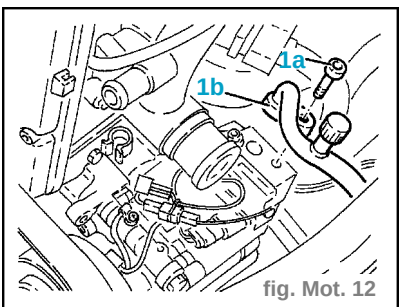

fig. Mot. 12
- Dévisser la vis (1a) et désassembler du compresseur de climatiseur le tube d'amenée du fluide réfrigérant (1b). (fig. Mot. 12)
- Assembler au compresseur de climatisation le tube d'amenée du fluide réfrigérant (1b) et le fixer avec sa vis (1a) au couple prescrit. (fig. Mot. 12)